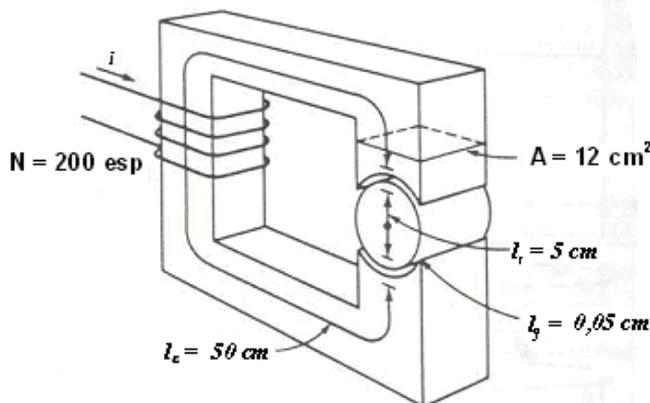

Fig. 4
5.-La Fig. 4 muestra un rotor y un estator simplificados para un motor de corriente continua. La longitud del trayecto medio del estator es de 50 cm y el área de su sección